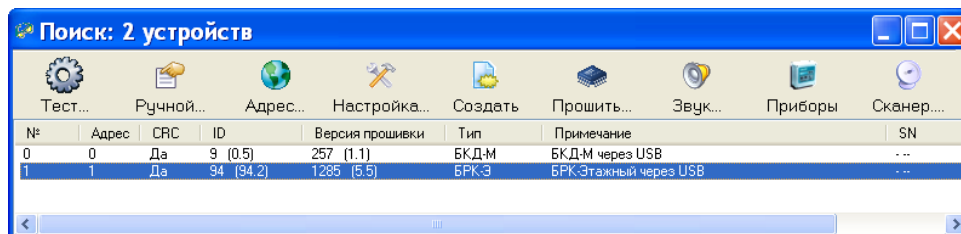

Рисунок 8 - Найден виртуальный БРК-Э
7) Откроется окно «Поиск» со списком найденных устройств: радиомодуль USB-433 отображается как два виртуальных устройства БКД-М и БРК-Э (рисунок 8).